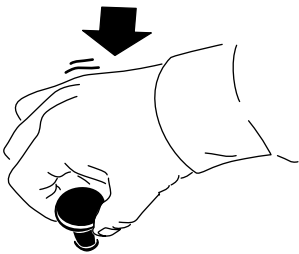

Bild 13
- Drücken Sie den Schalter (Bild 13), um die Zapfwelle auszuschalten oder das Anbaugerät zu deaktivieren